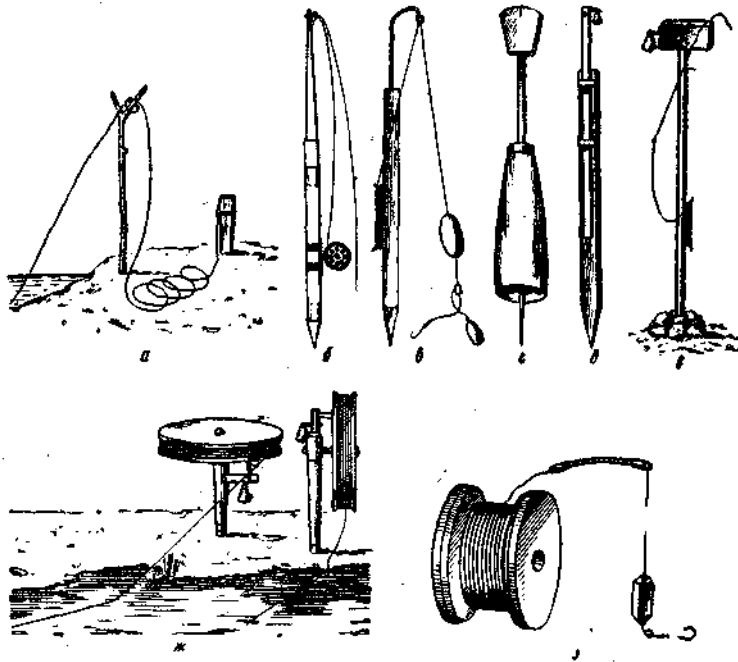

Рис. 30. Донки:
Устройство донок. Вот один из видов простейших донок. Леску привязывают к кольшку, воткнутому в берег. Несколько витков лески кладут на расчищенное место. Если леска начнет уходить в воду, значит, рыба взяла насадку. Лучше леску не только привязать к кольшку, но и накинуть на вершинку воткнутого неподалеку хлыстика (рис. 30, а). При поклевке леска, провисавшая между кольшком и хлыстиком, выпрямится. Такой донкой ловят во время туристских походов, когда все рыболовные принадлежности (а состоят они только из крючков, грузил и мотка лески) укладывают в коробку.
На рис. 30, б показан удильник длиной примерно полметра. Он сделан из дюралюминиевой трубки, в один конец которой, чтобы удобнее было втыкать в берег, вставлен стальной конус, а в другой — винипластовый хлыстик. К середине донки с помощью резиновых колец прикреплен небольшая катушка. После ловли винипластовый прутик вынимают из трубки и вставляют в нее другим — тонким концом. Такая донка портативна и удобна при перевозке.
На Украине применяют два оригинальных удильника, один из которых показан на рис. 30, г. Это, собственно, деревянная ручка со вставленной в нее стальной полоской. На верхнем конце полоски укреплен набалдашник из жесткой резины. По середине, сверху, на нем делается разрез, в который при ловле вставляют леску. В нижнем конце ручки есть заостренный шпенек. Такой удильник легко воткнуть в бревно плота или в лавку лодки. О поклевке узнают по колебанию набалдашника.
Для ловли с берега на Украине применяют и другую донку (рис. 30, (3). Это заостренная с одного конца деревянная рейка, к которой привинчены две скобки. Между ними и колышком с некоторым усилием ходит стальная полоска. Вверху она согнута под прямым углом, имеет отверстие для крепления колокольчика. Пониже к полоске приклепана петелька для лески. Стальная полоска хорошо тасит рывки рыбы и вместе с тем сигнализирует даже о слабых поклевках.
Есть донка для ловли с каменистого берега, ее создали астраханские любители (рис. 30, е). Она сделана из куса стальной проволоки диаметром 3 мм. Один конец заострен, его втыкают между камнями, а на верхний надет кусок жесткой резины размером 7X X3X2 см. Сбоку в резинку вставлен кусок мягкой проволоки, к ней привязан колокольчик. В резине сделана прорезь, в которую вставляют леску с маленькой дробинкой. При поклевке рыба может протянуть леску до дробинки, затем начинает сигнализировать колокольчик.
С лодки, плота или причала можно ловить и со сторожкой, намотав леску на пенопластовую катушку (рис. 30, з). Сторожок сделан из отрезка толстой лески и резиновых колец. Чтобы они не спали, концы лески надо оплавить. Оснастка — любая, ловить лучше в отвес, взяв ближний конец сторожка в руку. После подсечки его откладывают в сторону, рыбу вываживают, взяв леску в руку. Конечно, годятся сторожки и другой конструкции.